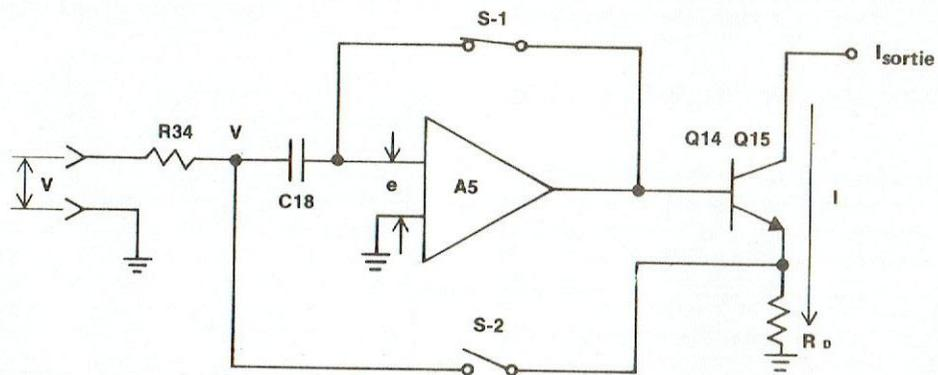
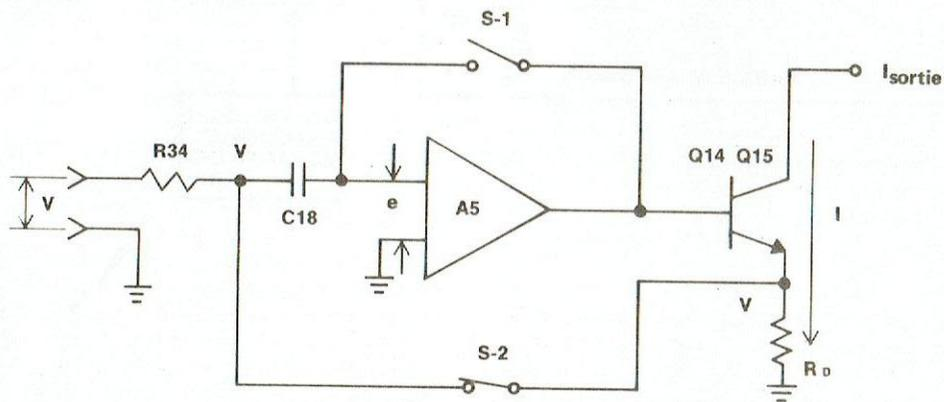

Figure 4-2 AMPLIFICATEUR D'ENTREE - COMMUTATEUR FERME
Figure 4-3 AMPLIFICATEUR D'ENTREE - COMMUTATEUR OUVERT
Les figures 4-2 et 4-3 sont des schémas simplifiés de cet amplificateur.
**4.18** L'état normal de l'amplificateur (au repos) entre les mesures est le suivant : l'interrupteur S.1 est fermé et l'interrupteur S.2 est ouvert. Voir figure 4-2. L'amplificateur, A5, est un amplificateur opérationnel intégré à très grand gain. Pour les besoins de notre explication, nous supposons ici que son gain est infini, et qu'il existe à son entrée une très faible tension résiduelle, de l'ordre de quelques centaines de micro-volts.
**4.19** Dans les conditions de la figure 4-2, la tension à la sortie de l'amplificateur sera égale à la tension à son entrée. Cette tension est essentiellement nulle et le transistor monté à la sortie est maintenu bloqué. Le courant I est donc nul. La tension d'entrée V est appliquée au condensateur d'arrêt C18.
**4.20** Supposons, qu'avec une tension d'entrée V constante, l'état des interrupteurs S1 et S2 soit soudain changé : on obtient l'état de la figure 4-3 où S1 est ouvert et S2 est fermé. Parce que l'émetteur du transistor est à la masse quand S2 se ferme, que Rd est une résistance beaucoup plus faible que R34, la tension devant le condensateur d'arrêt C18 commence subitement à décroître. Une impulsion négative traverse ce condensateur, est amplifiée par A5 dont la tension de sortie croît brutalement. Le transistor se débloque, le courant d'émetteur à travers Rd augmente jusqu'à ce que l'amplificateur A5 revienne à son état initial, la tension résiduelle "e" se retrouvant à son entrée. Pendant que l'amplificateur élève la tension aux bornes de Rd jusqu'à V, son impédance d'entrée est très grande, parce que S1 est maintenant ouvert. Pendant ce même temps la capacité C18 ne peut pas se charger ou se décharger à travers cette grande impédance. Quand A1 retourne à son état initial, la charge du condensateur C18 n'a pas changée et la tension à ses bornes est encore V. Supposons que l'interrupteur S2 soit un interrupteur parfait et qu'il n'y ait pas de chute de potentiel à ses bornes, alors la tension V apparaît aux bornes de Rd. Un courant que nous appellerons le courant de sortie I, proportionnel à la tension V, circule donc à travers Rd. Ce courant I est aussi le courant de collecteur du transistor de sortie, si nous supposons que le gain en courant, bêta, est extrêmement grand et que le courant de base est essentiellement nul.
**4.21** Les interrupteurs conservent les positions de la figure 4-3 pendant le temps de conversion T1 (temps d'échantillonnage et d'intégration). Parce qu'on n'a plus besoin du courant I après le temps T1, les interrupteurs sont remis dans les positions de la figure 4-2. La fermeture de S1 rend nulle la tension à la sortie de l'amplificateur A5. La tension aux bornes de Rd tombe et s'annule. Et, bien sur, le courant de sortie, I, fait de même.